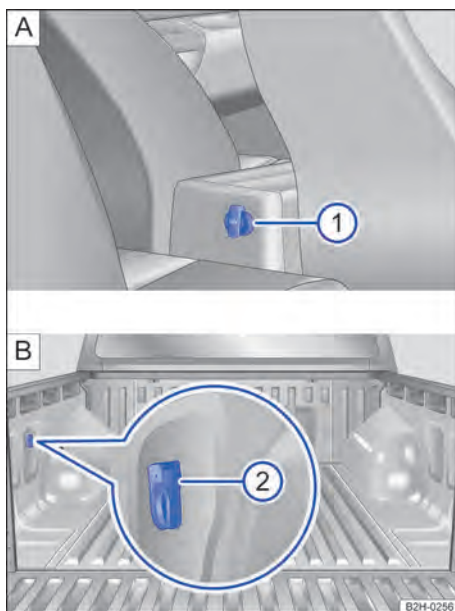

Fig. 128 Tomada 12 V atrás.
- No console central traseiro → Fig. 128 ①.
- Na parede lateral esquerda da superfície de carga → Fig. 128 ②.